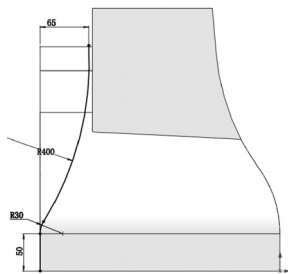

图 6-93 绘制草图尺寸 4
10) 绘制草图。在左侧的 FeatureManager 设计树中用鼠标选择“右视基准面”作为绘制图形的基准面。单击“草图”控制面板中的 $\square$ （直线）按钮和 ⌢ （三点圆弧）按钮，绘制如图 6-93 所示的草图。